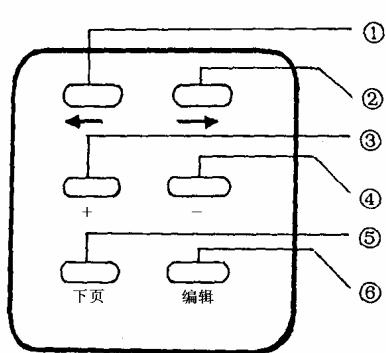

图 4
1. 编辑键部分：由六个键组成，其作用是对用户设定的各种参数进行修改和输入新的参数。见图 4。